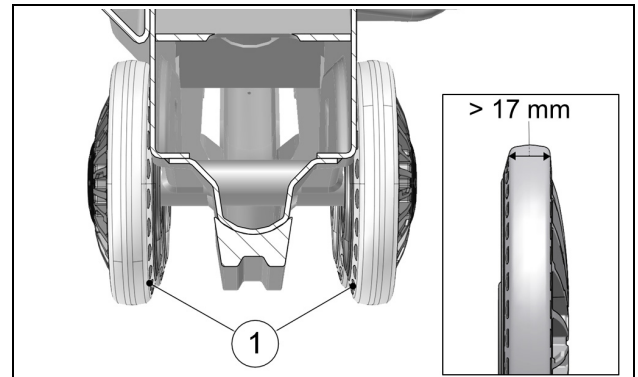
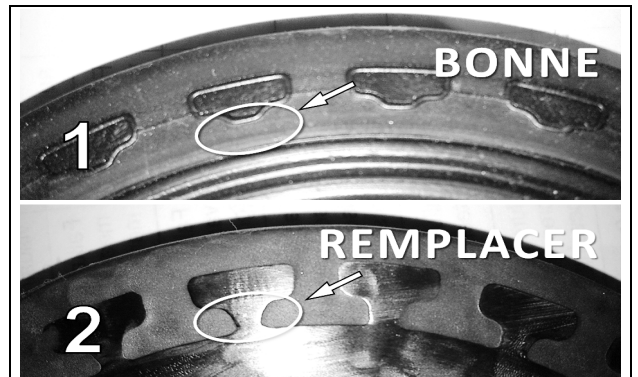

Figure 42
Figure 43
Vérifier l'usure de la bande de guidage interne (1). Remplacer la roue si l'usure du revêtement révèle la structure de plastique interne (Fig. 43-2) -- (roue neuve: Fig. 43-1) ou si la largeur de la bande de roulement est inférieure à 17 mm -- (état neuf: 22 mm). Une roue trop usée n'offre plus le support nécessaire au guidage de la chenille. Figure 42 et Figure 43.